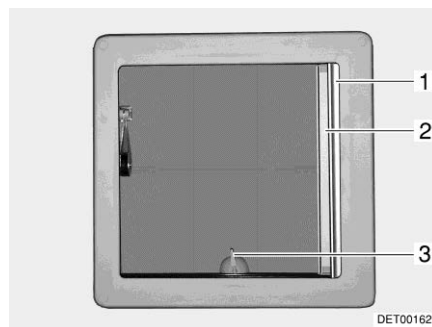
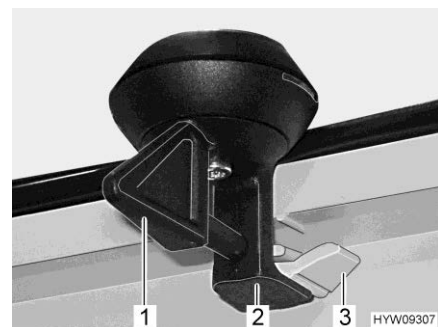

Fig. 70 Oblò inclinabile
Fig. 71 Bloccaggio (oblò inclinabile)
- Ruotare la leva (Fig. 70,3 o Fig. 71,1) di un quarto di giro.
- Girare la leva di un quarto di giro. Il bloccaggio (Fig. 71,2) deve entrare nell'aggancio inferiore (Fig. 71,3).
- Tirare la tendina oscurante pieghevole (Fig. 70,1) fino alla posizione desiderata e rilasciare. La tendina oscurante pieghevole rimane in questa posizione.
- Estrarre la zanzariera a rullo (Fig. 70,2) fino a quando non scatta il bloccaggio dalla parte opposta.